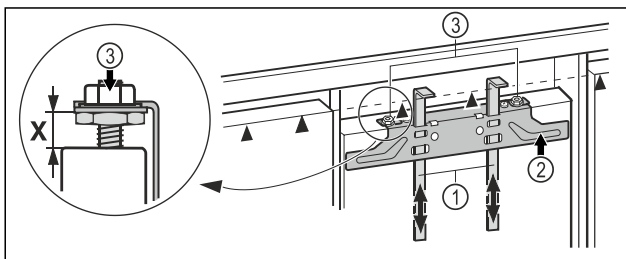

Fig. 43
- Montagehilfen Fig. 43 (1) auf Möbeltürhöhe hochschieben. Untere Anschlagkante ▲ der Montagehilfe = Oberkante der zu montierenden Möbeltür.
- Befestigungstraverse Fig. 43 (2) über die Kontermutter Fig. 43 (3) abschrauben.